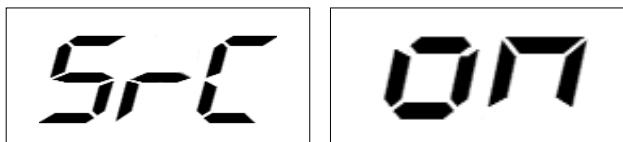

図 F3.11-「検索モードスタート」情報
- 1) 機械の回転が停止すると、図 F3.11 に示すように、画面に自動的に SrC が表示され、自動的に検索モードに入ります。